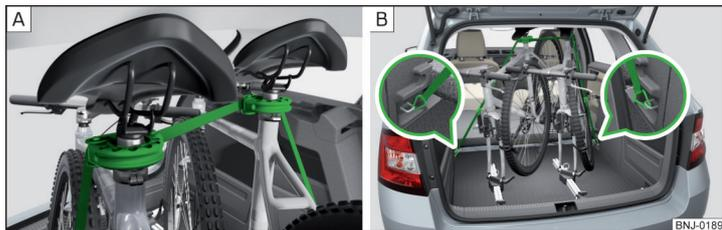

Fig. 114 Assurer la stabilité des vélos avec une sangle
- Pour le transport de deux vélos, tendez la sangle entre des tiges des selles, écartant les vélos l'un de l'autre » fig. 114 - [A].
- Accrochez les mousquetons aux extrémités des sangles dans les œillets d'arrimage inférieur à l'arrière des sièges arrière » fig. 114 - [B].